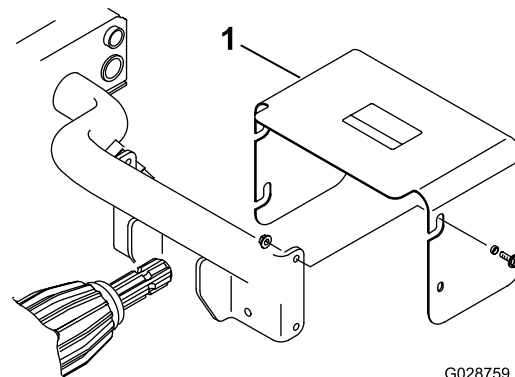

Figura 21
9. Monte el protector de la TDF en el tubo del bastidor trasero con 4 tornillos, 2 espaciadores y 4 contratuercas (Figura 21).